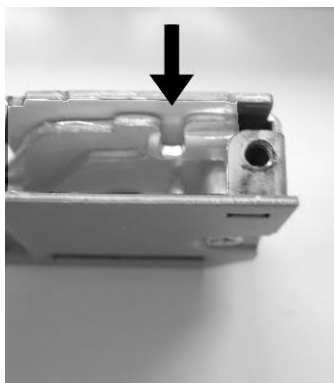
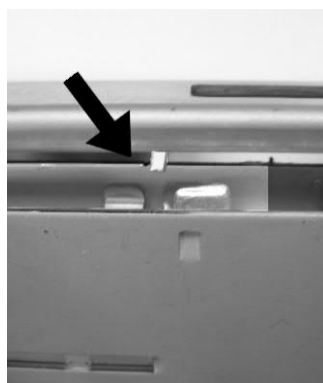

Abb.3
Abb.4
7. Legen Sie die Treibstange in den Schieber des neuen ZSK (Siehe Abb. 3 und Abb. 4) und senken den Stulp auf den ZSK.